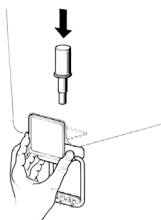

figura 5
**3 Grifo en acero inox por gravedad:** montar la palanca mando grifo y enfilear el pistón unido a la su junta (ver figura 5).